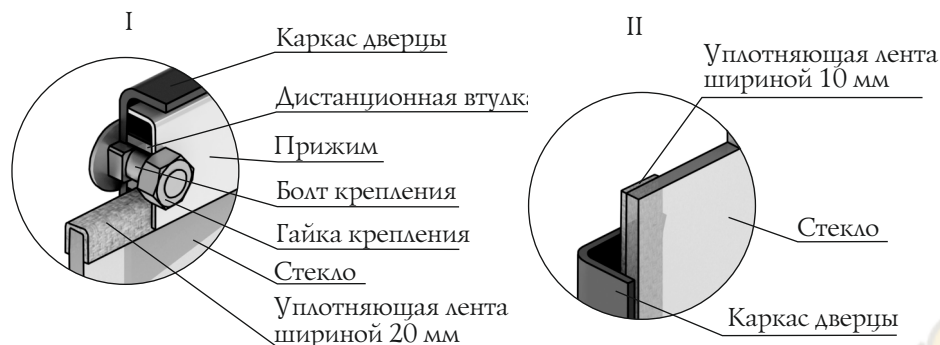

Рисунок 19. Крепление светорозрачного экрана дверцы модели «Витра»
лента шириной 20 мм наклеивается сверху и снизу стекла «П» - образно (рисунок 19.І), лента шириной 10 мм наклеивается вертикально, вдоль боковых сторон стекла (рисунок 19.ІІ).
- Вставьте стекло в упор, при этом лента, наклеенная с боковых сторон (вертикальная) должна быть зажата между стеклом и каркасом дверцы (рисунок 19.ІІ).
ВНИМАНИЕ! Гайки, крепящие прижим накручиваются на болты крепления через дистанционные втулки (рисунок 19.І).
1. Отверните две гайки, фиксирующие прижим (рисунок 19.I), демонтируйте его и дистанционные втулки.